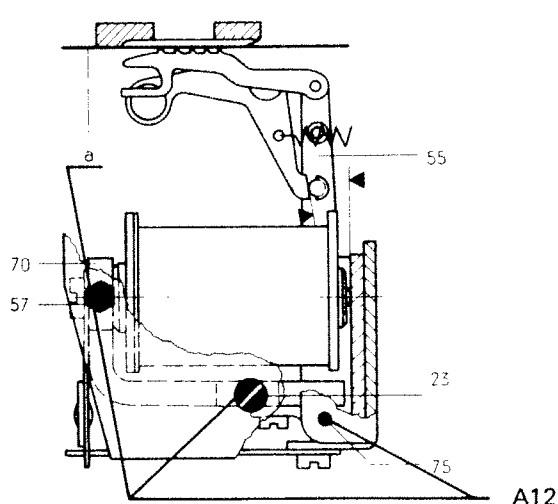
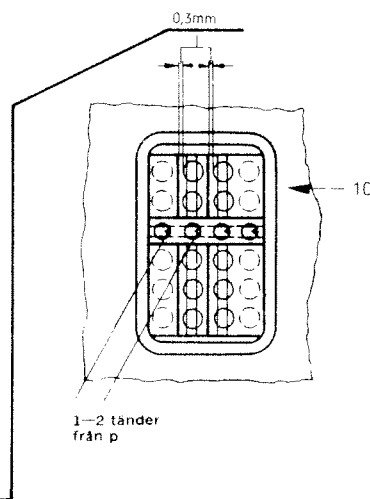

Bild 26
Bild 27
4.3.12 Matningen, bild 26 och bild 27. Inställning A12